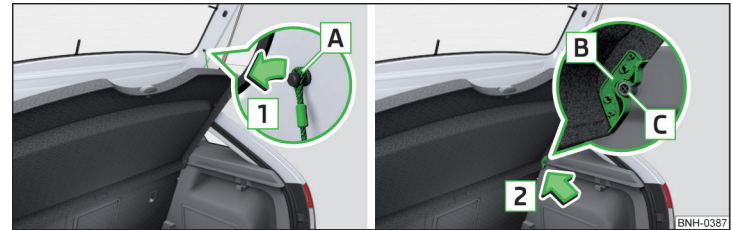

Abb. 94 Gepäckraumabdeckung herausnehmen
Sind die Haltebänder **A** » Abb. 94 an der Gepäckraumklappe eingehängt, dann wird beim Öffnen der Klappe die Gepäckraumabdeckung (nachstehend nur Abdeckung) mit angehoben.
- Auf den beiden Seiten der Gepäckraumklappe die Haltebänder **A** in Pfeilrichtung **1** aushängen » Abb. 94.
- Die Aufnahmen **B** an der Abdeckung über die Bolzen **C** an der Seitenverkleidung stellen » Abb. 94.
- Die Aufnahmen **B** an der Abdeckung müssen vollständig an den Bolzen **C** an der Seitenverkleidung anliegen » Abb. 94.